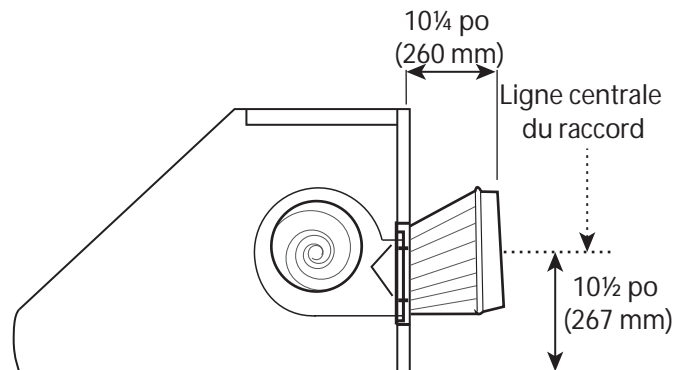
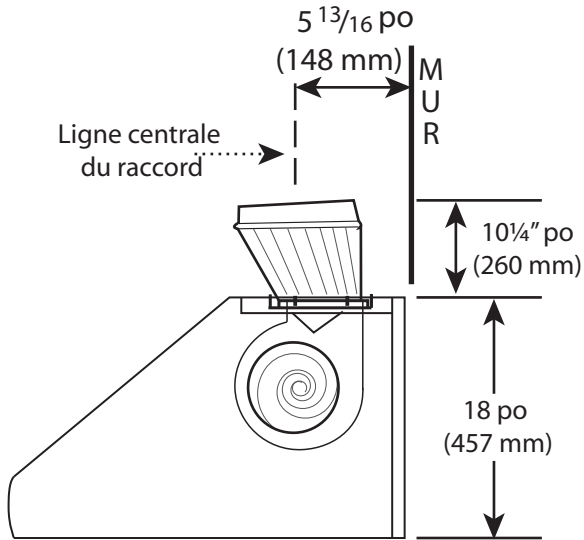

Figure 10 : Ligne centrale du raccord pour un débouché horizontal
Figure 11 : Ligne centrale du raccord pour un débouché vertical
Le raccord fourni avec la hotte est lié à un conduit circulaire de 10 po. La *Figure 10* montre la hotte configurée avec un débouché horizontal.
La *Figure 11* montre la hotte configurée avec un débouché vertical. Une ouverture doit être pratiquée dans le plafond pour les installations qui ont recours à cette méthode afin d'accueillir un conduit de 10 po (254 mm) et un tube protecteur de ½ po (13 mm) dans lequel passent les fils qui alimentent l'appareil.
13. Avant de suspendre la hotte, installez le raccord, comme sur la *Figure 10* ou la *Figure 11*. Fixez le raccord avec deux vis à tôle de 3/8 po (fournies) et du ruban en aluminium, conformément aux codes en vigueur.